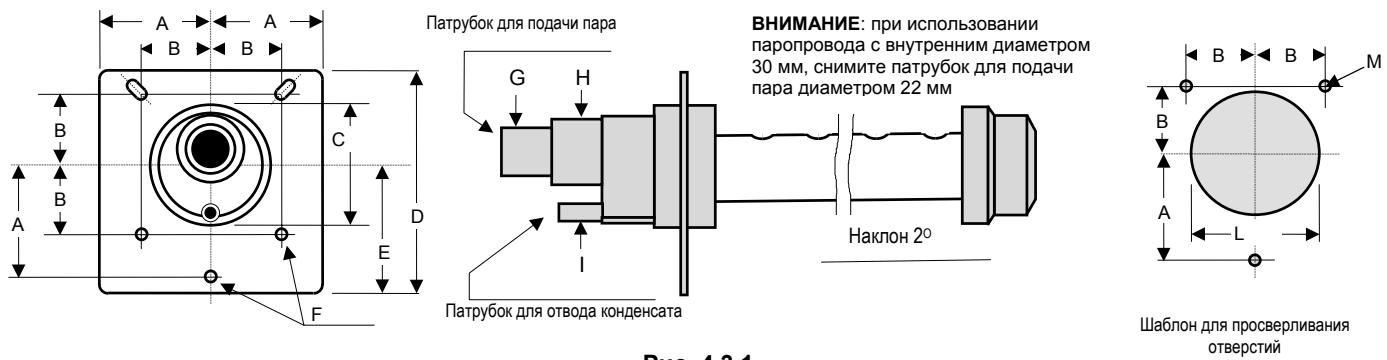

Рис. 4.3.1
На Рис. 4.3.1 и 4.3.2 представлены размеры распределителей Carel, а в таблице 4.3.1 указаны минимальное количество и модель распределителя, рекомендуемые для данного типа увлажнителя.
- Высверлить ряд отверстий в стене воздуховода по шаблону, указанному на Рис. 4.3.1 или 4.3.2;